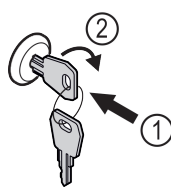

Fig. 159
- ▶ Shtyni çelësin brenda. Fig. 159 (1)
- ▶ Rrotulloni çelësin me 90° në drejtimin orar. Fig. 159 (2)